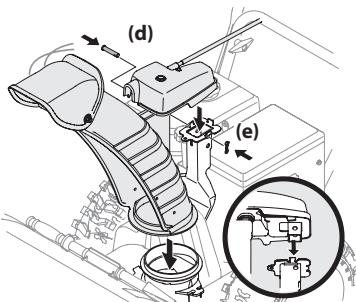

Figura 2-41
- Coloque el canal sobre la base del canal y asegúrese de que la varilla de control del canal se encuentre debajo del panel de la manija. Sujete el cabezal de control del canal a la ménsula de soporte del canal con el pasador de horquilla (d) y el pasador de chaveta con unión curva (e) que extrajo en el Paso 1. Consulte Figura 2-41.